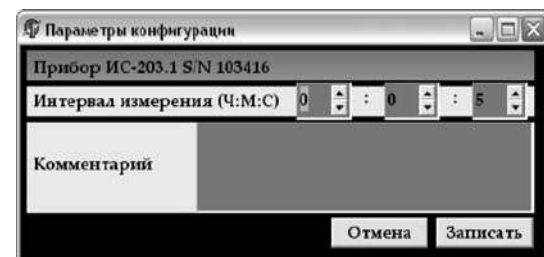

Рис.10
5.1 Нажать на кнопку "Параметры". Программа произведет чтение настроек прибора и отобразит окно, показанное на рис. 10. В верхней части окна указан тип прибора и его серийный номер.